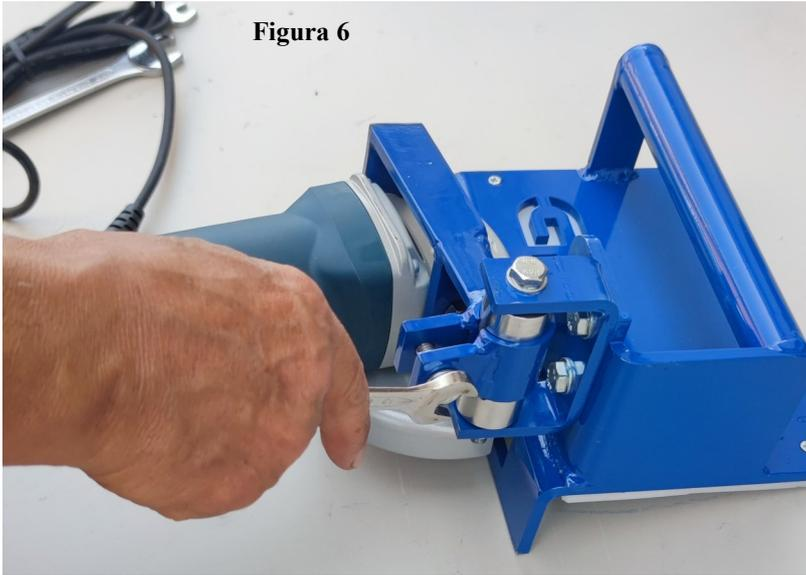

Figura 6
**REGULAR LA ALTURA DE CORTE AFLOJANDO LA ABRAZADERA QUE LO UNE AL CILINDRO GIRATORIO (Figura 6) Y UNA VEZ CONSEGUIDA LA ALTURA DESEADA, VOLVER A APRETAR EL TORNILLO FIRMEMENTE**